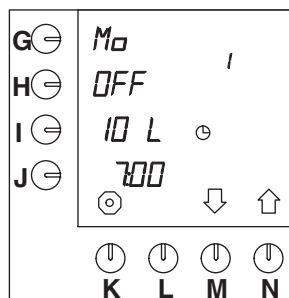

Fig. 14 Standard forhåndsprogrammert innstilling
- Etterpå vises neste forhåndsprogrammerte tidsinnstilling på displayet (fig.14).